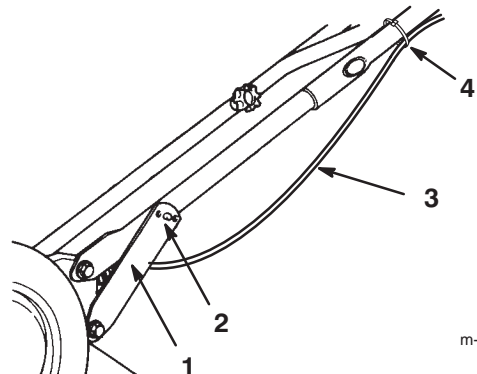

Figure 3
5. Ecartez les supports du mancheron légèrement vers l'extérieur pour qu'ils ne vous gênent pas lorsque vous poussez le mancheron en arrière en position de fonctionnement (Fig. 3).
7. Déplacez les supports vers l'intérieur pendant que vous insérez les goujons du mancheron dans le trou central des supports (Fig. 3).
8. Fixez le câble à la partie supérieure du mancheron à l'aide du serre-câble (Fig. 3).